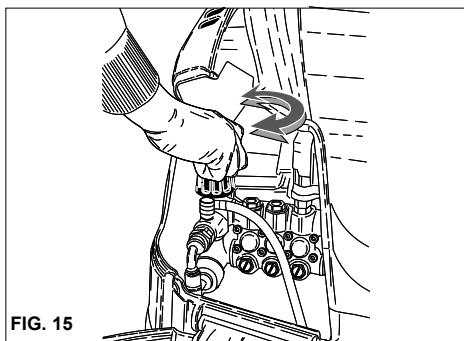

FIG. 15
Trykkregulatoren, fig. 15 gjør at brukeren kan regulere arbeidstrykket. Når knapp C vrirs moturs (B) (minimum), reduseres driftstrykket.